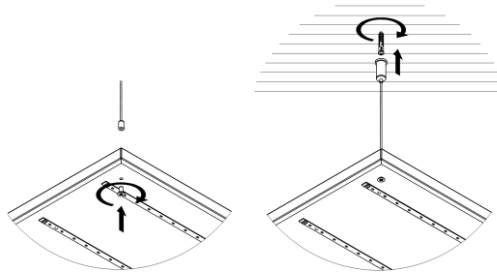

Рисунок 11 — Подвесной монтаж.
5.5.2. Установите на светильнике тросовые подвесы. Рекомендуется использовать комплект подвесного монтажа Geniled. Для монтажа светильника серии Офис, ЛПО необходимо 2 комплекта. См. рисунок 11.